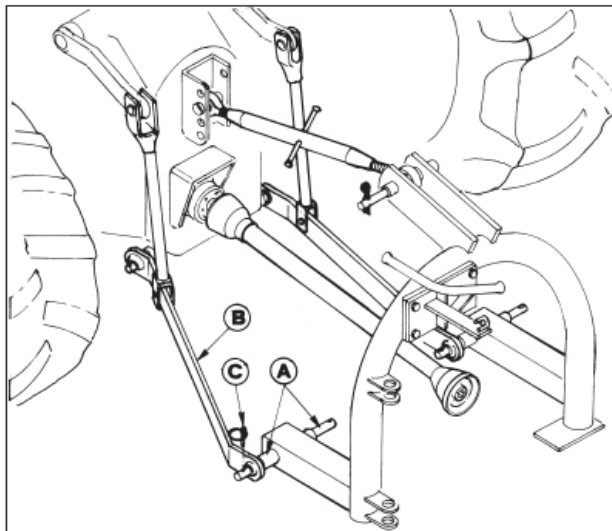

FIG. 4.1
Assicurarsi che i perni (A)(Fig. 4.1) degli attacchi per il sollevamento siano ben puliti e lubrificati. Inserire i perni nei bracci di sollevamento (B)(Fig. 4.1) e bloccare con gli spilli di sicurezza (C)( Fig. 4.1).
Inspeccionarla cuidadosamente para verificar que no haya aflojamientos ni anomalías visibles. Asegurarse que los pernos (A)(Fig. 4.1) de las conexiones para la elevación estén perfectamente limpios y lubricados.
Introducir los pernos en los brazos de elevación (B)(Fig. 4.1) y ajustar los punzones (C)(Fig. 4.1).
S'assurer que les pivots (A)(Fig. 4.1) des attaches pour le levage soient bien propres et lubrifiés. Insérer les pivots dans les bras de levage (B)(Fig. 4.1) et bloquer avec les épingles de sûreté (C) (Fig. 4.1).